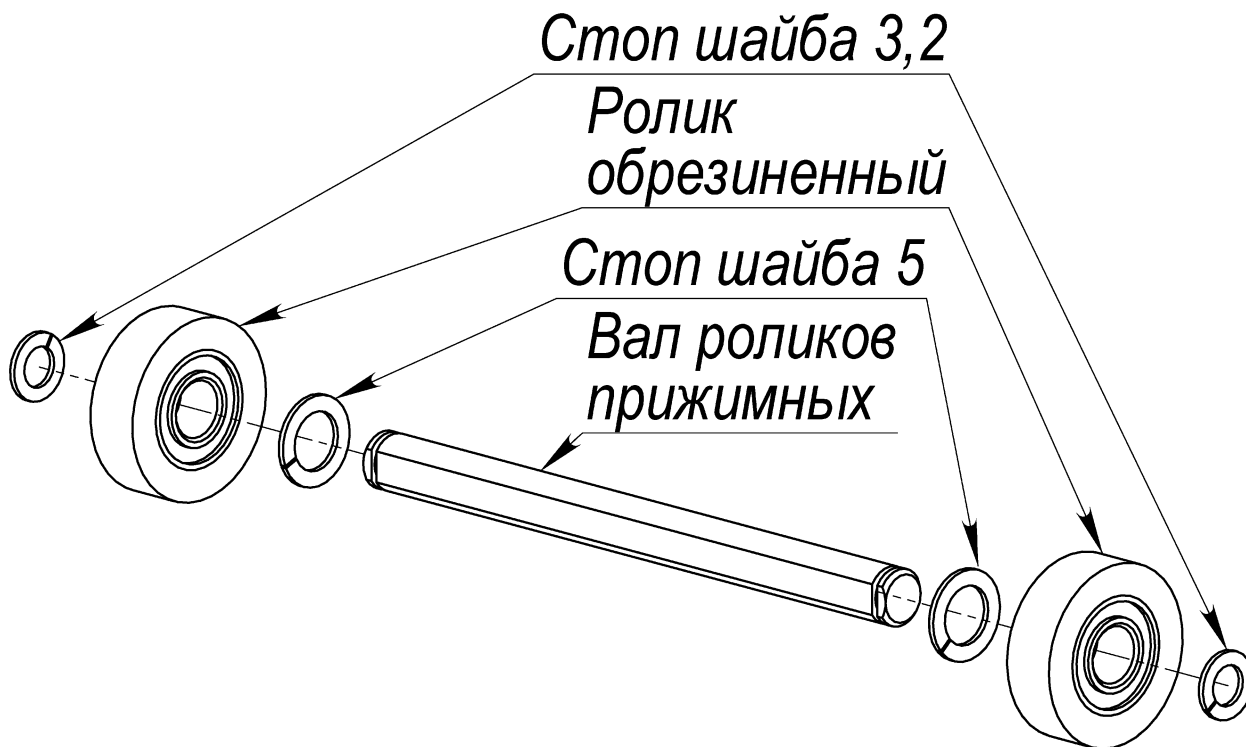

Рис. 84
8.24.1 Снять стоп шайбы 3,2 W0018, фиксирующие положение роликов на валу (см. Рис. 84).
8.24.2 Снять ролики обрезиненные ЕВКМ.00D750.05.02.100 (подшипники S625ZZ Z1), снять стоп шайбы 5 W0002 (см. Рис. 84).